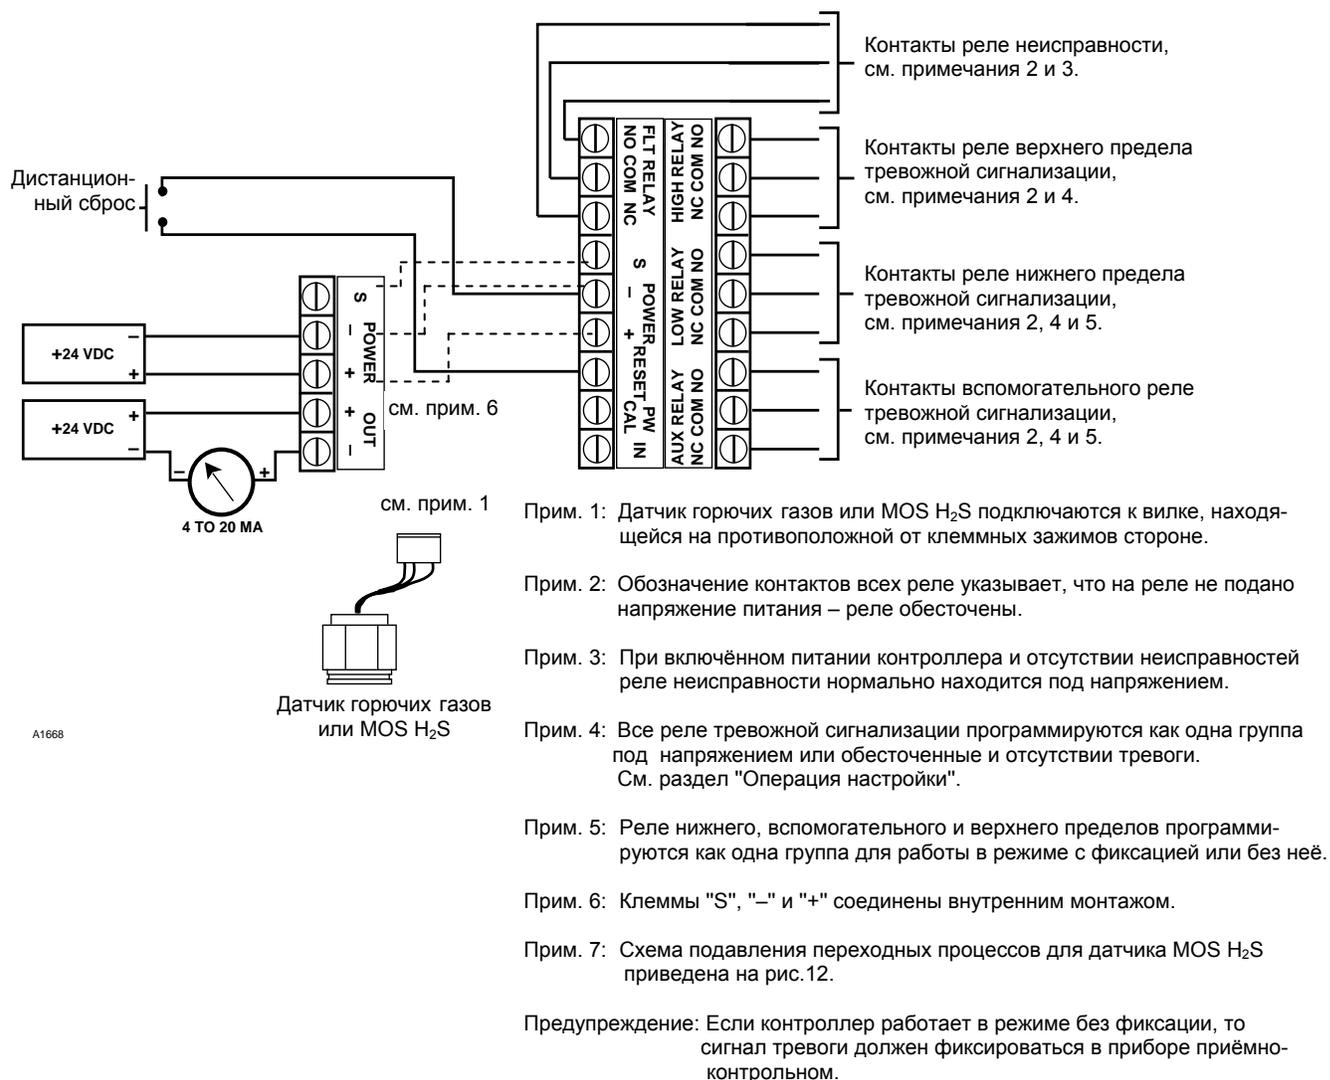

Рис. 7. Типовая схема подключения контроллера U9500 с датчиком горючих газов или MOS H2S, с изолированным токовым выходом и релейными выходами.
9. Подсоединить провода питания и токового выхода к соответствующим винтовым зажимам. Примеры подсоединений к контроллеру приведены на рис. 7, 8 и 9. Соединить экран кабеля с винтом заземления в источнике питания. В нормальных условиях экран контрольной панели или кабеля **не должен** заземляться в корпусе контроллере.
10. Для подключения внешних нагрузок к релейным выходам при использовании моделей с реле пользоваться схемами рис. 7 и 8. При использовании моделей без реле перейти к пункту 11.
11. Для приведения контроллера в исходное состояние (сброс) к нему может быть подсоединён дистанционный выключатель, как показано на рис. 7, 8, 9 и 10. Для подсоединения выключателя рекомендуется использовать экранированный провод.
- Рисунок 7 — Типовая система для контроллера с датчиком горючих газов или MOS H2S, изолированным токовым выходом и релейными выходами.